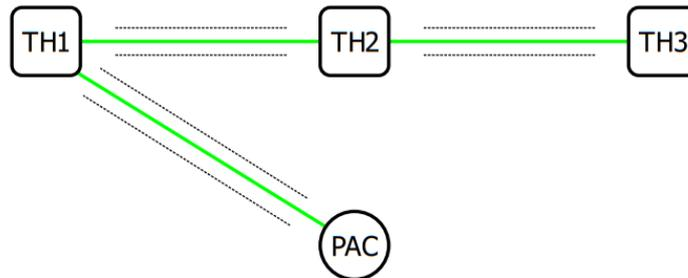
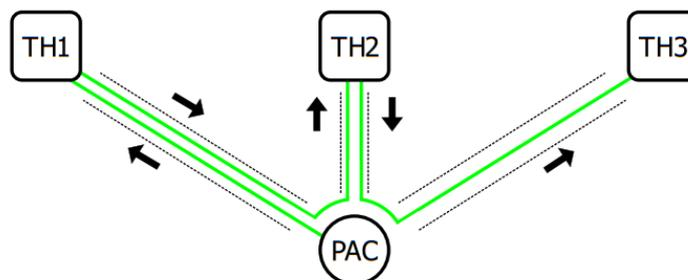

Figure 1
Figure 3
Dans la plupart des constructions, des gaines électriques sont prévues de la PAC à chaque thermostat mais pas entre les différents thermostats (voir figure 1). Pour parer à cela il suffit de câbler des aller-retours entre les e-TH et la PAC (voir figure 3).
- Bus 3 fils : 3 x 0,25 mm² - 0,75 mm² (6x si aller-retour, voir figure 3)